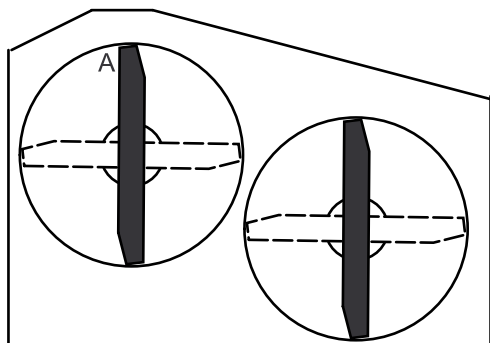

Figura 61
- Con la macchina su una superficie piana, posizionate una lama longitudinalmente. Misurate al punto A e da una superficie piana fino al tagliente della punta della lama (Figura 61).